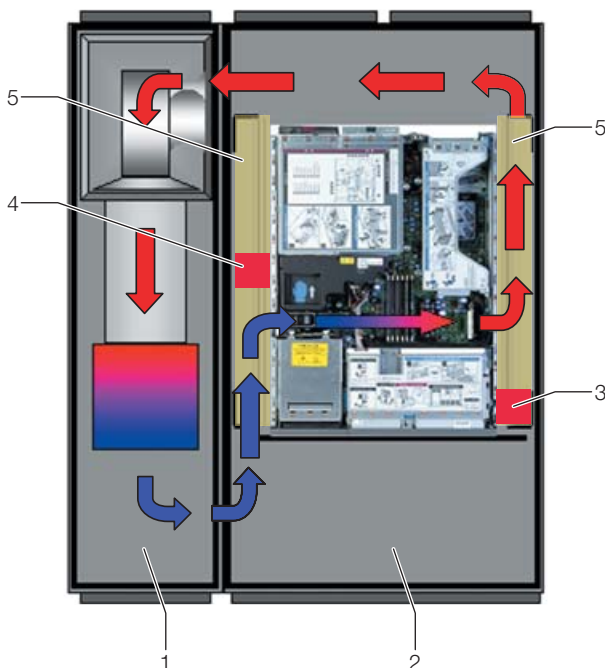

Рис. 17: Расположение поролоновых прокладок у приборов с боковой вентиляцией – вид сверху
соответствующее количество выемок в поролоновой прокладке, чтобы на уровне каждого прибора с левой и правой стороны серверной стойки имелись выемки в поролоновой прокладке. Обратите внимание на то, чтобы со стороны теплого воздуха не было никаких выемок (Рис. 17, поз. 3).
- Закрепите эти отрезки со смещением назад относительно стороны холодного воздуха приборов (Рис. 17, поз. 4). Необходимо установить прокладки таким образом, чтобы все вентиляторы приборов могли всасывать холодный воздух и ни один вентилятор не блокировался.
Поролоновые прокладки могут быть установлены между передней и задней опорой серверной стойки по всей глубине приборов с боковой вентиляцией (Рис. 17, поз. 5).